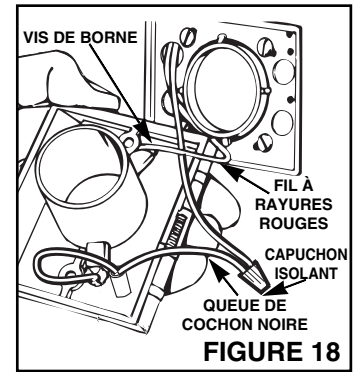

FIGURE 18
3. Voyez la figure 18. Connectez le fil à rayures rouges du câble de basse tension à deux âmes à la vis de borne non utilisée de la prise. Connectez le fil qui reste à la queue de cochon noire. Couvrez les deux fils en utilisant un capuchon isolant (fourni).